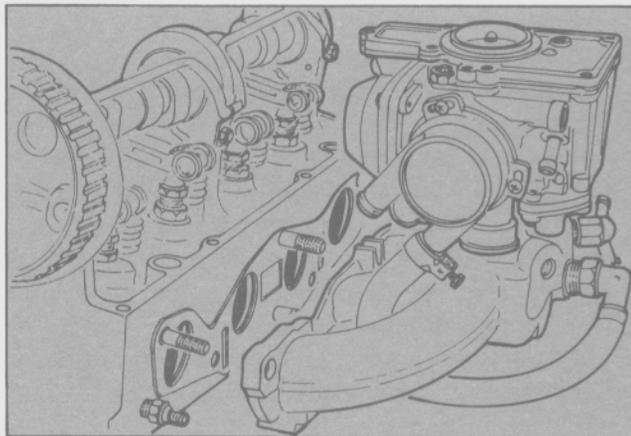

Fig. 80 - Desmontaje del múltiple de admisión
- Desmontar el múltiple de admisión y el carburador en conjunto (Fig. 80).